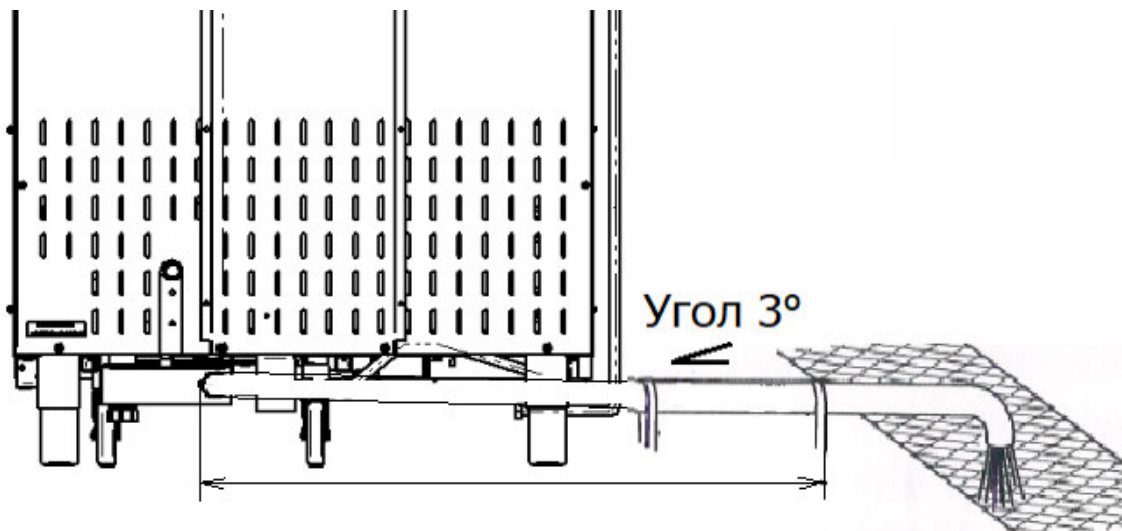

Рис. 8 Подключение пароконвектомата к канализации – слив в трап.
- канализация для подключения пароконвектомата одним из способов подключения указанными на рис. 8...10;